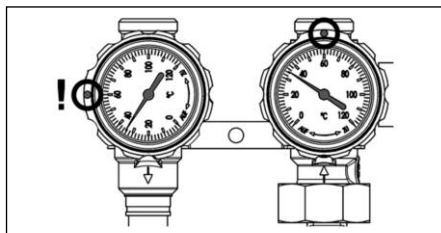

Abb. 6.19 Kugelhahnstellung Pumpenentlüftung
1. Stellen Sie die Kugelhähne der Solarstation jeweils in die Position wie in Abb. 6.19 abgebildet (Winkelstellung des Thermometergriffes im vorlauf: 90°, Rücklauf: 0°).